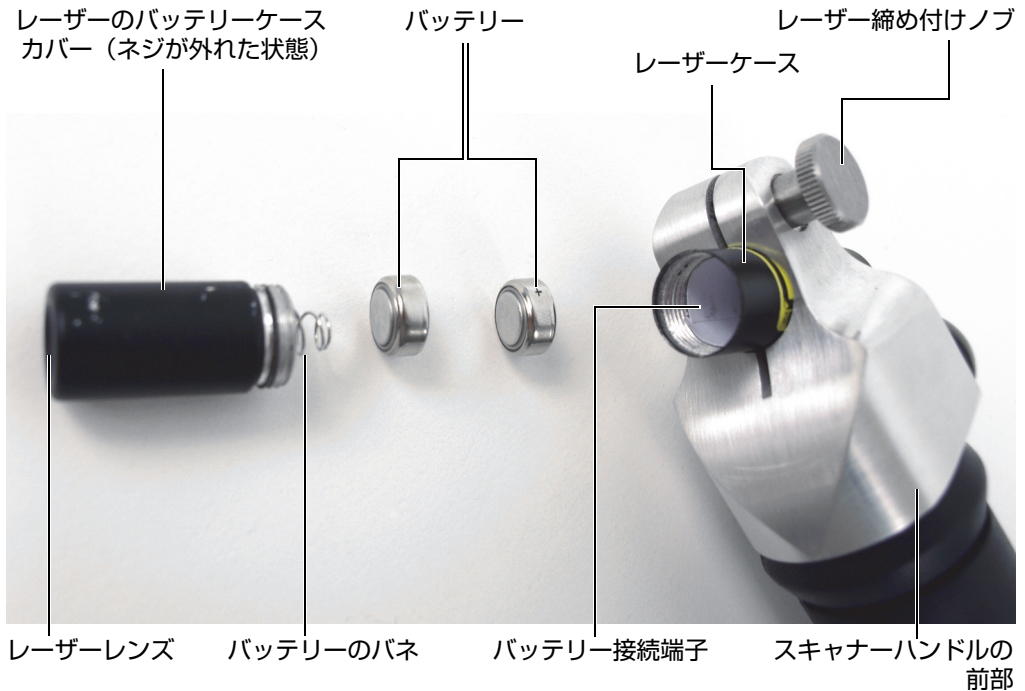

図 6-42 レーザーのバッテリーの交換
1. バッテリーケースカバーのネジを取り外します。これは、レンズを収納するレーザーケースの一部です (123 ページの図 6-42)。